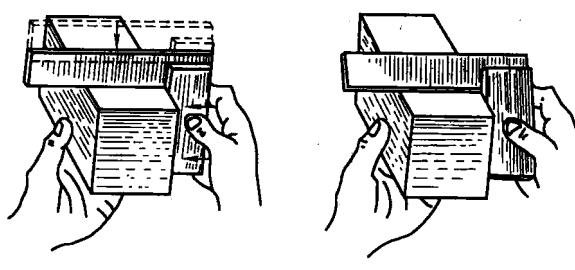

图 1-4 用 90°角尺检查工件垂直度
- (1) 先将 90°角尺尺座的测量面紧贴工件基准面，然后从上向下轻轻移动，使角尺尺瞄的测量面与工件的被测表面接触，眼光平视观察其透光情况，以此来判断工件被测面与基准面是否垂直，如图 1-4 (a) 所示。
- (2) 检验时，90°角尺不可斜放，否则会得到不准确的检验结果，如图 1-4 (b) 所示。
- (3) 在同一平面上改变不同检验位置时，90°角尺不能在工件表面上拖动，以免磨损，